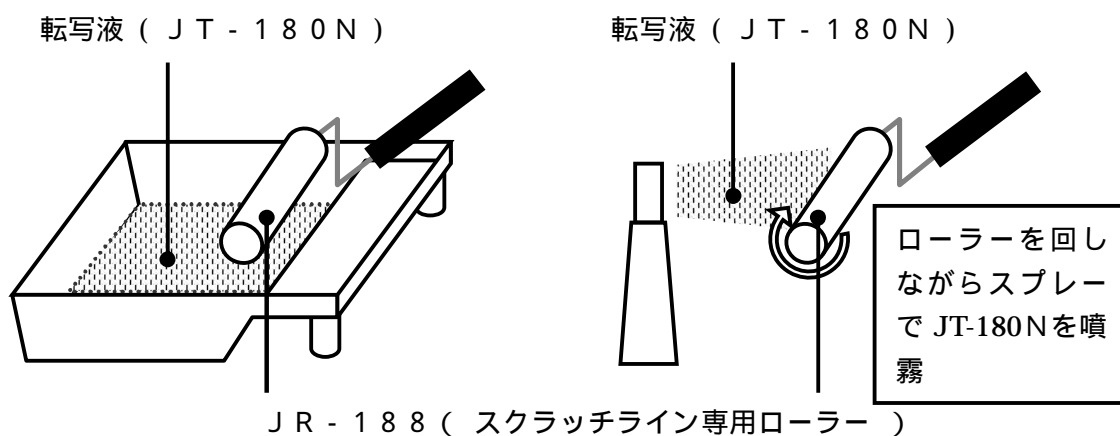

図2
- ・専用ローラーJR-188に転写液JT-180Nを塗布してください(図2)。